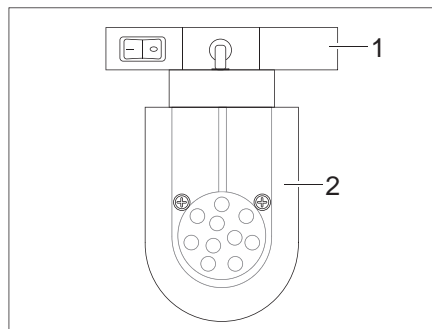

Bild 59 LED-Spotleuchte (Beispiel)
- Halterung (Bild 59,1) fassen und um 90° drehen.
- LED-Spotleuchte (Bild 59,2) aus Schienensystem entnehmen.
- LED-Spotleuchte (Bild 59,2) an gewünschter Position in das Schienensystem einsetzen und um 90° drehen.